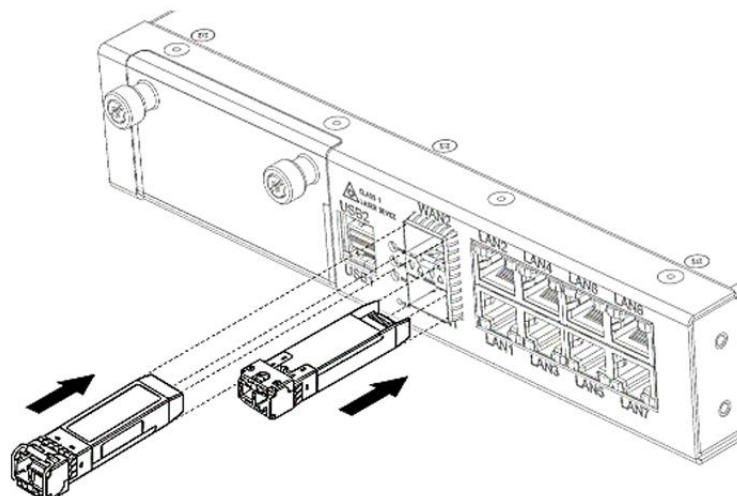

Рисунок 38 – Установка SFP-трансиверов в слоты изделия
- установка SFP-трансиверов в верхний встроенный слот изделия осуществляется защелкой (этикеткой) вверх, а в нижний слот защелкой вниз (рисунок 38);